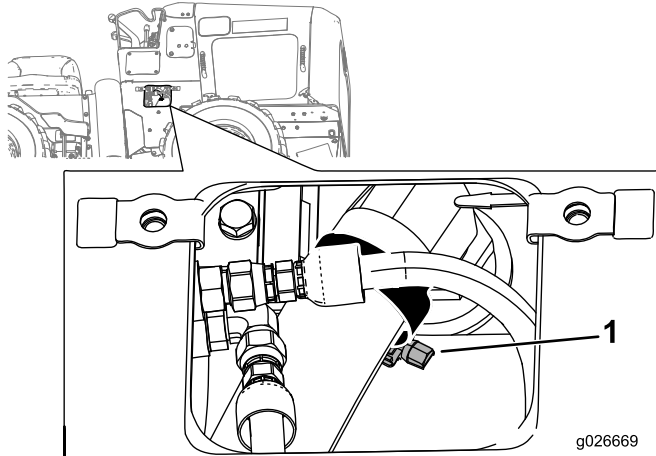

Figura 45
5. Retire la cubierta inferior del lado derecho y afloje la abrazadera que sujeta la manguera de aspiración al depósito hidráulico (Figura 45).